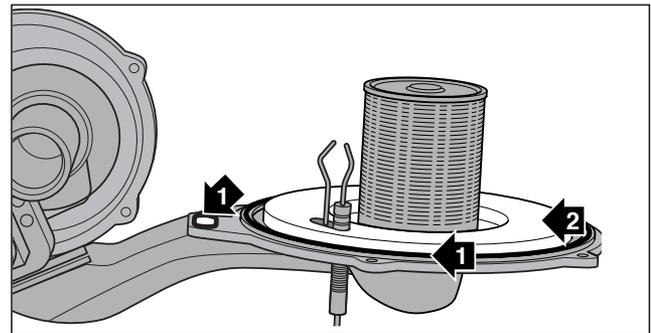

Abb. 7.5 Dichtungen und Brennerflansch-Isolierung prüfen
**Die beiden Dichtungen (1) am Thermo-Kompakt-modul (Abb. 7.5) müssen bei jeder Wartung getauscht werden. Die Brennerflansch-Isolierung (2) am Thermo-Kompaktmodul (Abb. 7.5) (ET-Nr. 21-0734) darf keine Beschädigung aufweisen; andernfalls ist sie ebenfalls auszutauschen.**